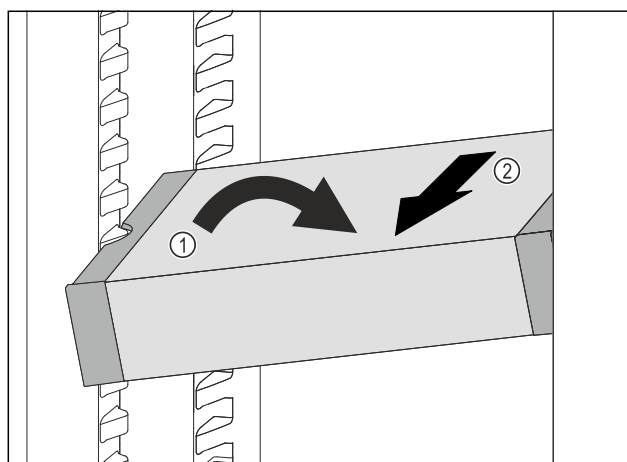

Fig. 106
- VarioSafe in het koelgedeelte schuin zetten. Fig. 106 (1)
- VarioSafe naar voren toe verwijderen. Fig. 106 (2)